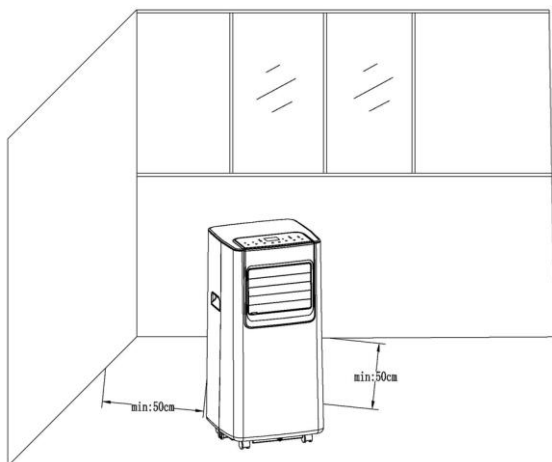

Рисунок 1
- 1) Обеспечить свободное пространство не менее 50 см от воздухозаборной решетки (рисунок 1).